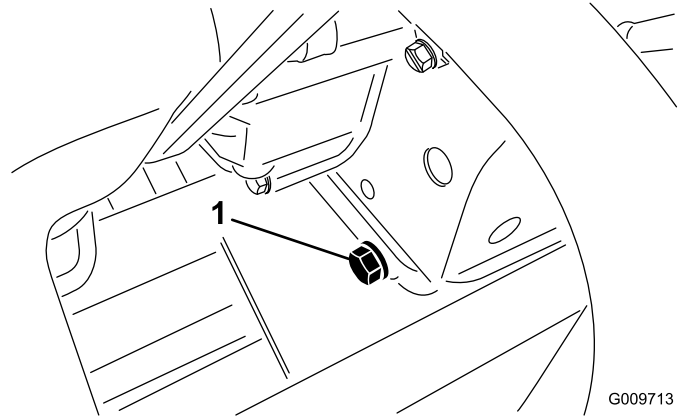

Figure 32
1. Enlevez le bouchon de vidange arrière (Figure 32) et laissez l'huile s'écouler dans un bac de vidange. Remettez le bouchon quand toute l'huile s'est écoulée.